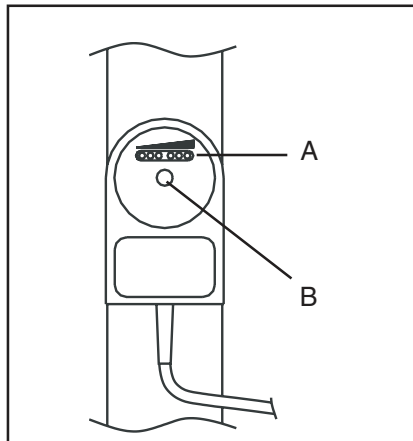

Fig. 15
Remarque: Contrôlez que l'interrupteur de flux soit placé correctement ; voir fig.15. L'interrupteur de flux doit être placé parallèlement au tuyau afin que le fil sorte dans la direction du flux.
Ne nécessite pas de maintenance. Voir cependant section 3 et fig. 15
4. Dévisser la vis de nylon 'B' (fig. 15).
5. Contrôler que l'interrupteur d'écoulement tourne correctement (voir fig. 15)